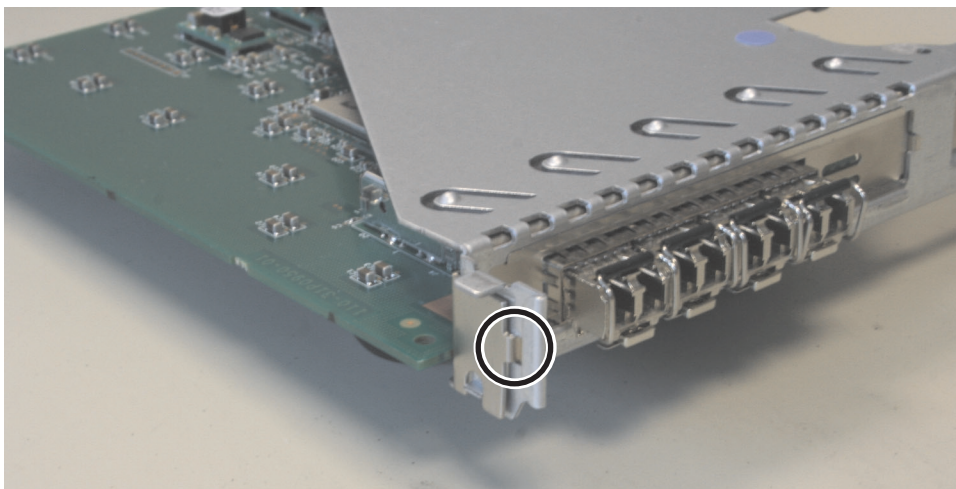

図 181. SAN ボリューム・コントローラー 2145-8A4 のライザー・カード・アセンブリー
2. ファイバー・チャンネル・アダプターを、ライザー・カードの後端に近接して平行を維持したまま所定の位置までスライドさせます。アダプターをコネクタにしっかりと押し込みます。図 181 に示すように、アダプターの位置決めクリップがライザー・カードの位置決め穴にはまっていることを確認します。